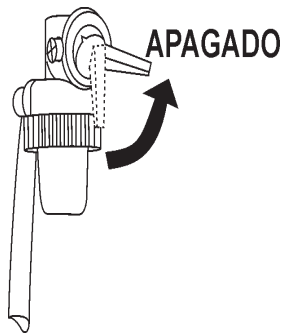

Figura 25. Palanca de la válvula de combustible del motor (Posición OFF APAGADO)
4. Coloque **la palanca de la válvula de combustible** del motor (Figura 25) a la posición "OFF" "APAGADO".
Retire la formación de carbón de la bujía (Figura 25) con un cepillo de alambre. calibre la bujía de 0.6—0.7mm (0.024-0.028 pulg.). Apriete con una llave el socket de la bujía. Limpie la bujía cada 50 horas de operación ó una vez a la semana.